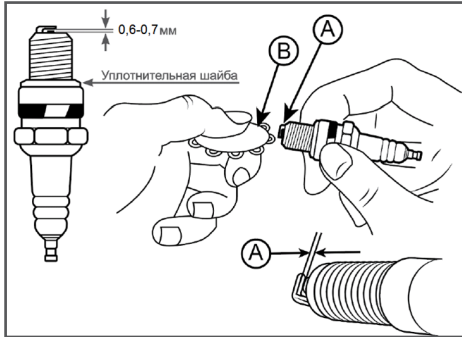

Рис. 17 Проверка зазора между электродами
- Измерьте зазор между электродами свечи зажигания специальным щупом. Зазор должен быть 0,6-0,7 мм (Рис. 17). При увеличении или уменьшении требуемого зазора рекомендуется заменить свечу, так как регулировка зазора может привести к изменению качества искрообразования.